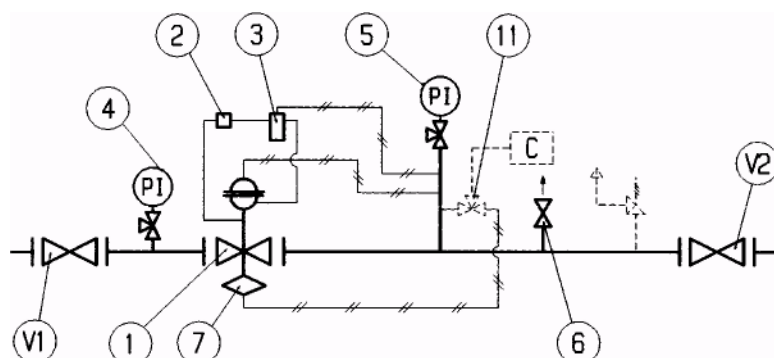

Рис. 16
5.4 ВВОД В ЭКСПЛУАТАЦИЮ РЕГУЛЯТОРА С ВСТРОЕННЫМ ОТСЕКАЮЩИМ КЛАПАНОМ ВВ/93 (РИС. 16)